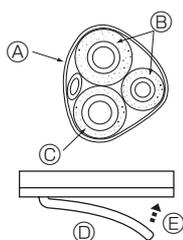

Fig. 5-5
- Achenez le flexible de vidange en diagonale sous les tuyaux de connexion. (Fig. 5-5)